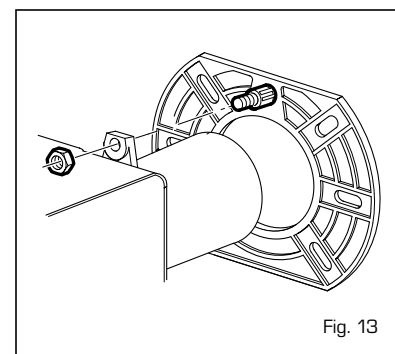

Fig. 13
Pour démonter le brûleur par la porte de la chaudière, ôter l'écrou (fig. 13).
- cher les câbles du réchauffeur (1 fig. 13/a) protégés par une gaine thermorésistante et les faire passer à travers le trou après avoir ôté le davier correspondant.